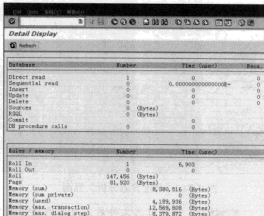

图 4-78 进程详细信息
STEP 2 选择某一进程，然后单击“”按钮，可以显示 CPU 运行时长；单击“”按钮，可以显示该进程的详细信息，如图 4-78 所示。